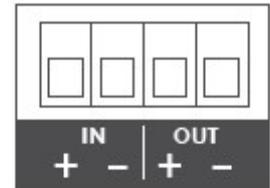

FIGURE 14:
11. Подключите кабель усилителя к разъему Euroblock (см. рисунок 14).